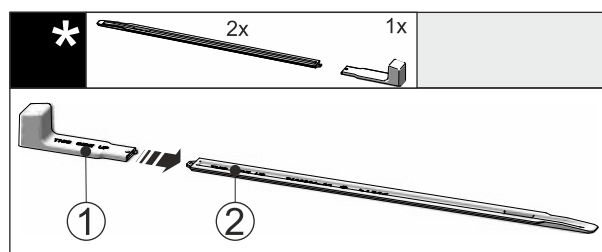

Fig. 47
- Atașați mânerul de montare Fig. 47 (1) la șina de nivelare Fig. 47 (2).